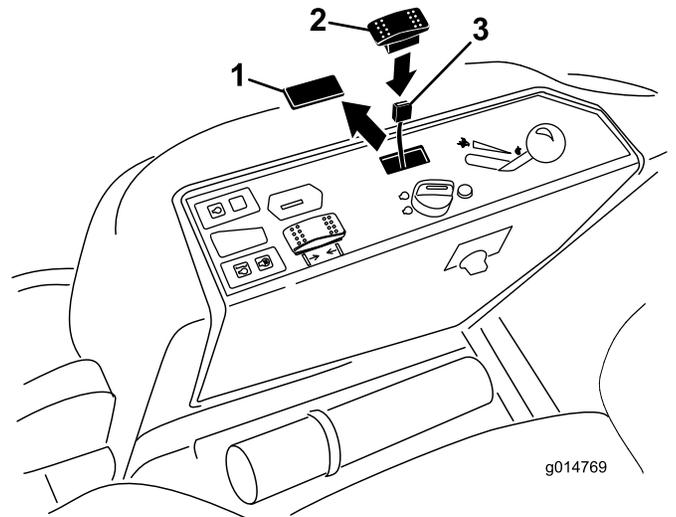

Figura 3
- Retire el tapón del panel de control para tener acceso al hueco de montaje del interruptor (Figura 3).
- Introduzca el interruptor en el hueco del panel de control (Figura 3). Coloque el interruptor de tal forma que se accione al presionarlo hacia adelante.